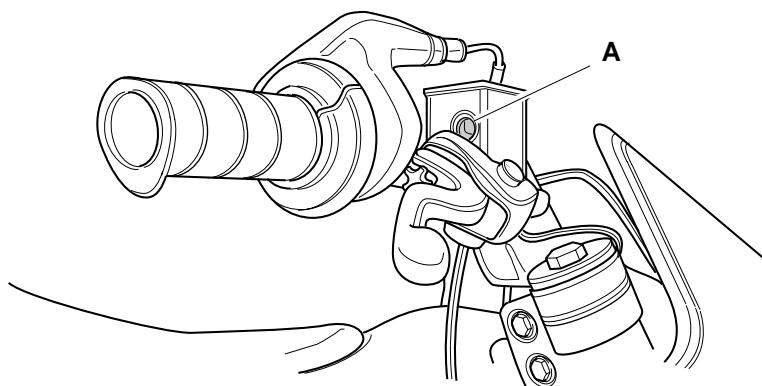

Fig. 28
1. Controllare attraverso la spia d'ispezione "A" (Fig.28) che ci sia olio sufficiente nel serbatoio sulla leva del freno anteriore. Rabboccare se necessario (olio per freni DOT. 4 o 5).
1. Always check through the window "A" (Fig. 28) that there is sufficient fluid in the reservoir at the brake lever for the front brake. Top up as necessary (brake fluid: Dot 4 or 5).
1. Den Bremsflüssigkeitsvorrat am Schauglas "A" (Abb.28) am Bremshebel kontrollieren und ggf. Bremsflüssigkeit gem. DOT 4 oder 5.
1. Vérifiez à l'indicateur "A" (Fig. 28) du réservoir qui se trouve à côté du levier du frein avant qu'il y a suffisamment de fluide. Rétablissez le niveau si besoin (fluide de frein: Dot 4 ou 5).